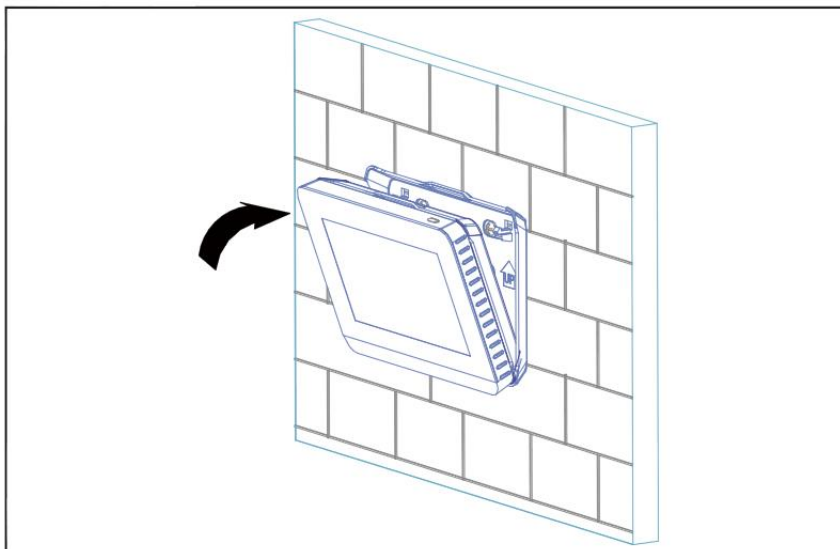

Figura 6
3.1.5 Empuje la parte superior del mando central en la tapa trasera hasta que encaje firmemente en ésta como se muestra en la figura 6.